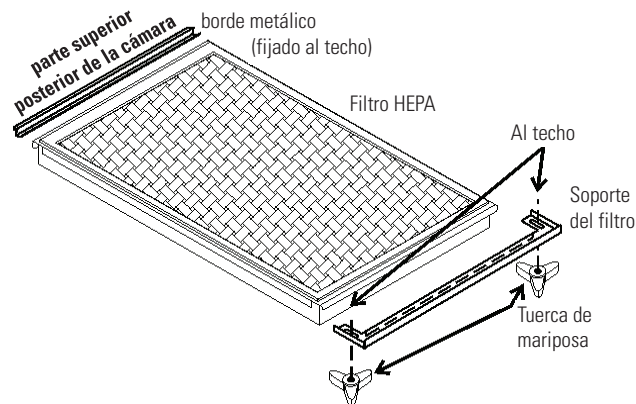

Figura 1-11. Orientación del HEPA del modelo 3307/3308
3. Afloje las tuercas negras en las esquinas frontales del techo de la cámara (figura 1-11 o 1-12).